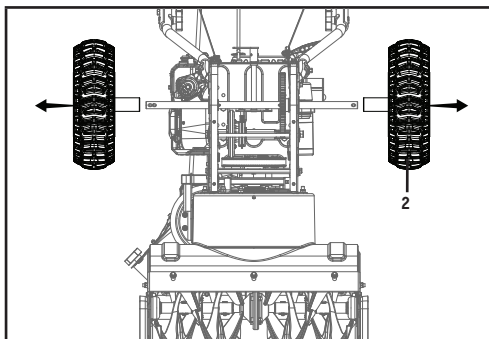

Figure 45B
3. Enlevez la roue de droite (2) en enlevant l'esse (figure 45B).